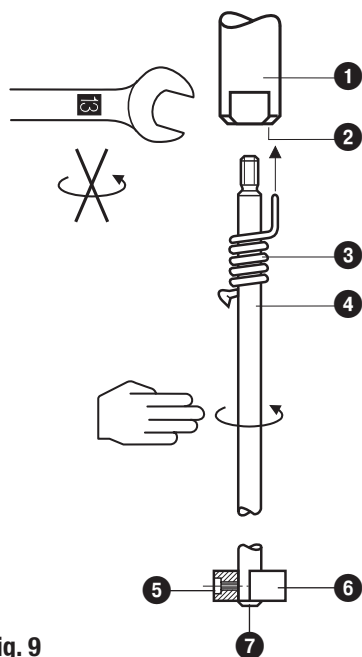

Fig. 9
1. Avvitare l'elettrodo ④ nel corpo della sonda ①. **Fig. 9**
3. Segnare la misura sull'elettrodo ④.
4. Svitare l'elettrodo ④ dal corpo sonda ① e tagliarlo.
5. Dopo ispezione visiva avvitare a fondo l'elettrodo ④ sul corpo ①. Far scorrere la molla di sicurezza ③ sull'elettrodo ④ affinché la parte piegata si inserisca nel foro ②.
6. Montaggio dell'adattatore di ampliamento della superficie di misurazione: Inserire la ranella ⑥ sull'elettrodo, assicurandosi che l'estremità dell' elettrodo sporga 2 mm dalla parte inferiore dell'adattatore. Fissare la l'adattatore in questa posizione tramite la vite ⑤. Avvitare fino a quando la ranella di blocco ⑦ risulta essere compressa sull'adattatore ⑥.